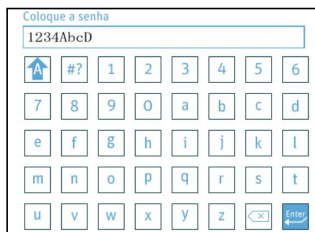
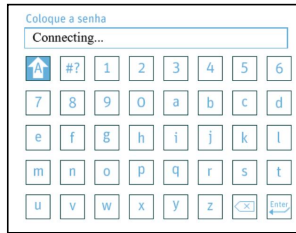

Fig. 15-10
Fig. 15-11
(4) Depois de encontrar a rede WiFi desejada, gire o **Botão Rotativo** para selecionar esta rede WiFi. Pressione o **Botão Rotativo** para aceder à interface de entrada de senha WiFi. A senha tem pelo menos 8 caracteres e pode conter letras maiúsculas e minúsculas e dígitos 0 ~ 9, conforme mostrado na Fig. 15-10. Após inserir a senha, gire o **Botão Rotativo** até que o cursor permaneça na **Chave de Confirmação** . Pressione o **Botão Rotativo** para conectar à rede WiFi, conforme mostrado na Fig. 15-11. Neste momento, o utilizador não deve realizar nenhuma operação, devendo aguardar de 0 a 15 segundos pelo resultado da conexão.